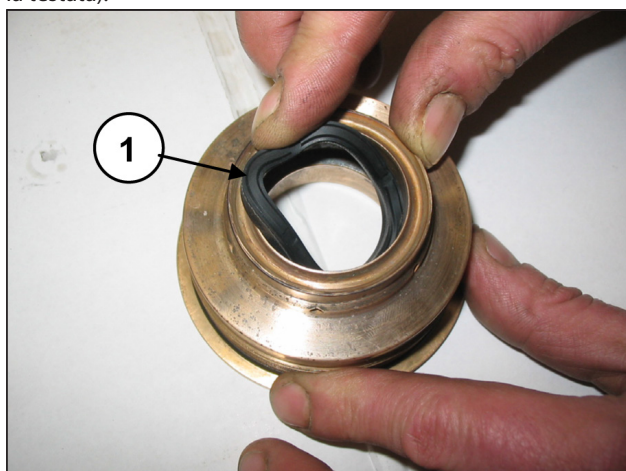

Fig. 174
Inserire la guarnizione di bassa pressione nel supporto guarnizione KC (pos. ①, Fig. 174) facendo attenzione al senso di montaggio che prevede il labbro di tenuta in avanti (verso la testata).